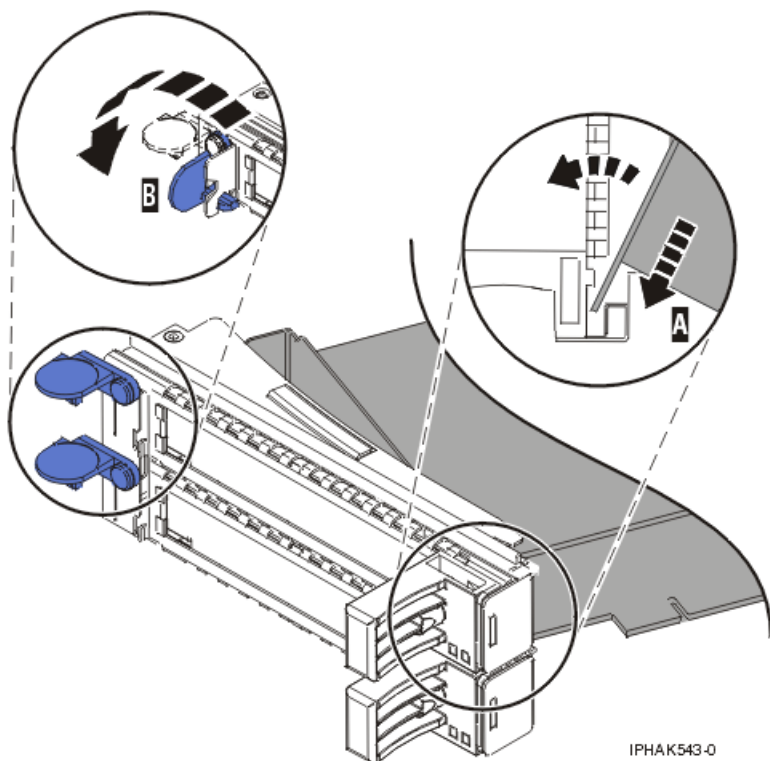

Figure 74. Remplacement de la carte de la cassette de cartes PCI
- a. Placez le levier de blocage de la contre-poupée en position ouverte et insérez fermement la carte dans le bloc de retenue A. Pour plus d'informations, voir figure 74, à la page 83.
- d. Positionnez les crochets de retenue pour soutenir l'adaptateur, puis faites pivoter l'étrier de retenue (B) pour le verrouiller. Pour plus d'informations, voir figure 74.